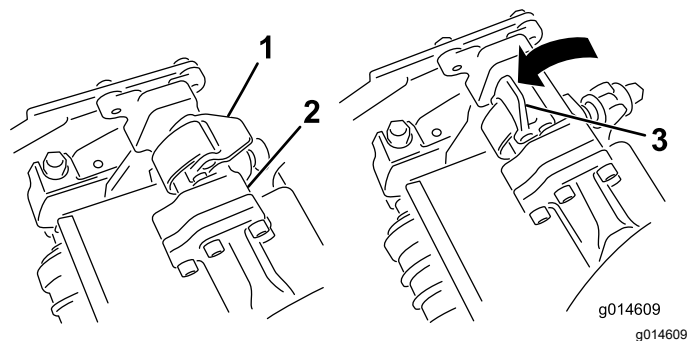
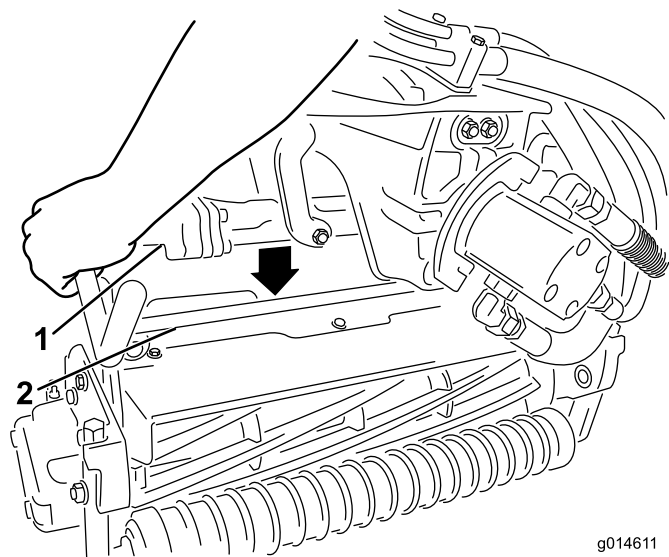

図 48
図 49
4. ラッチを下げて閉じるとカッティングユニットのバーがロックされてユニットがアームにセットされる 図 48。
3. サスペンションアームのバーについているラッチを上向き開いた状態にして 図 48、サスペンションアームを押し下げて、バーを、カッティングユニットのバーの上に被せるようにする 図 49。
4. 取り外したいカッティングユニットのサスペンションアームのバーについているラッチを開く図 48。